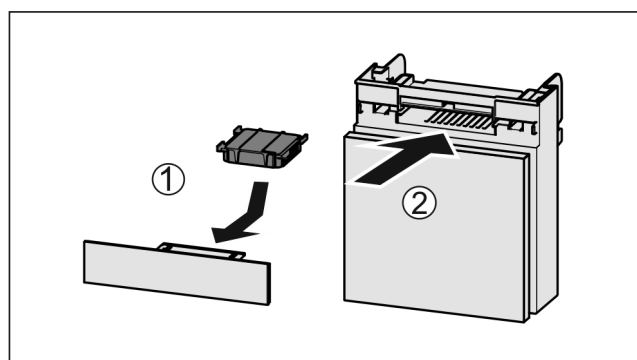

Fig. 142
- Aktivkohlefilter nach Abbildung einsetzen Fig. 142 (1).
- Fach einschieben Fig. 142 (2).